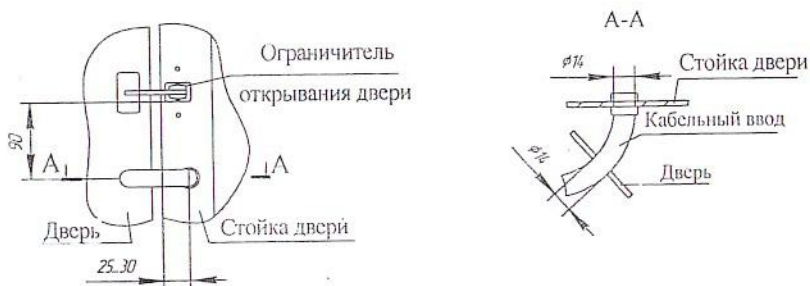

Рис.3
6.7 Просверлить отверстия диаметром 14мм в стойках дверей и дверях для установки кабельного ввода в соответствии с рис. 3. Защитить металл в зоне отверстий нитроэмалью.